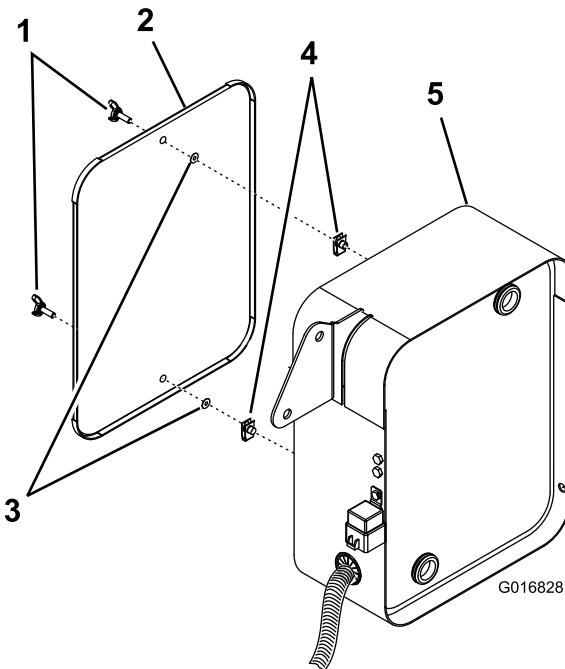

Figura 6
1. Collegate le altre estremità dei flessibili idraulici rispettivamente al tubo idraulico e al blocco collettore (Figura 6).
5. Fissate la griglia del refrigeratore dell'olio al relativo supporto con 2 viti ad alette, 2 dadi di fissaggio e 2 griffe (Figura 6).